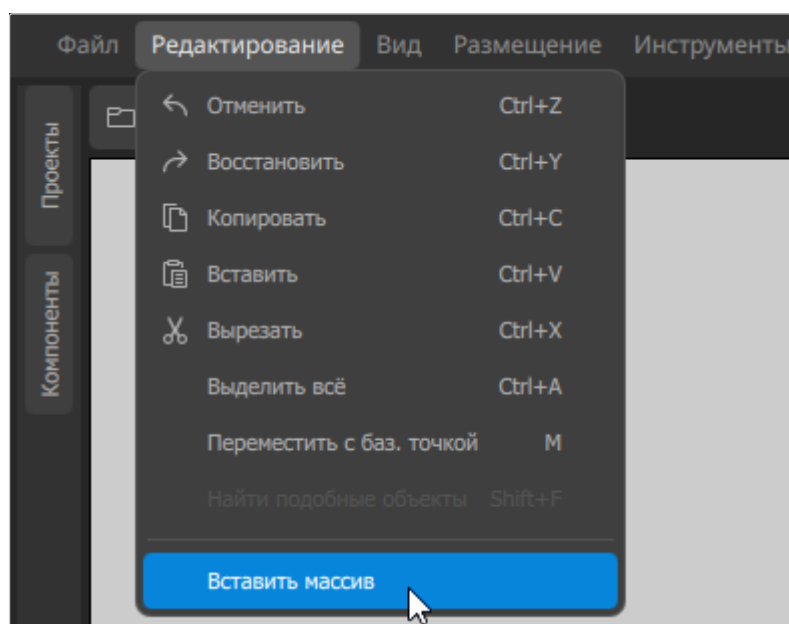

Рисунок 140. Меню «Редактирование» → «Вставить массив»
- 2) Вызвать команду меню «*Редактирование*» → «*Вставить массив*» (см. рисунок 140).